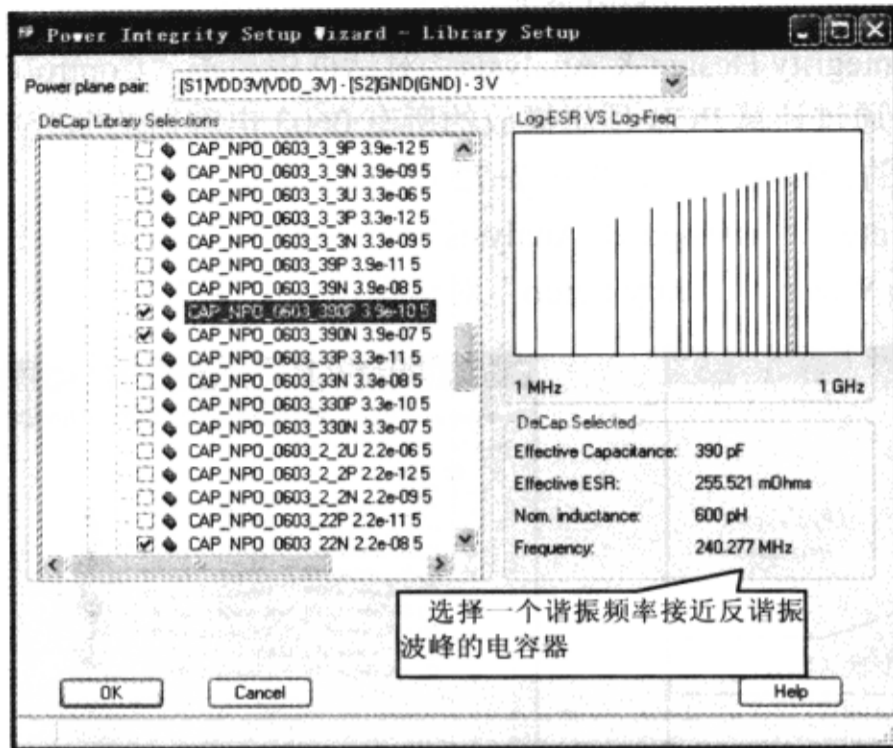

图 9-7-76 电容器的谐振频率
(7) 向下滚动下拉菜单，选中电容器 CAP\_NPO\_0603\_390P，选择这个电容器的原因是因为其谐振频率接近 240.277 MHz，如图 9-7-76 所示。